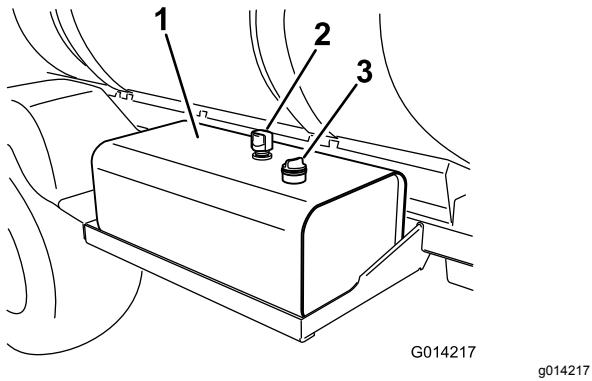

Figura 89
2. Pulite l'area attorno al tappo dell'asta di livello del serbatoio del fluido idraulico e rimuovetela (Figura 89).